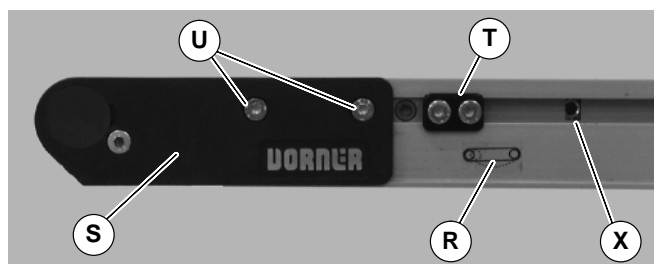
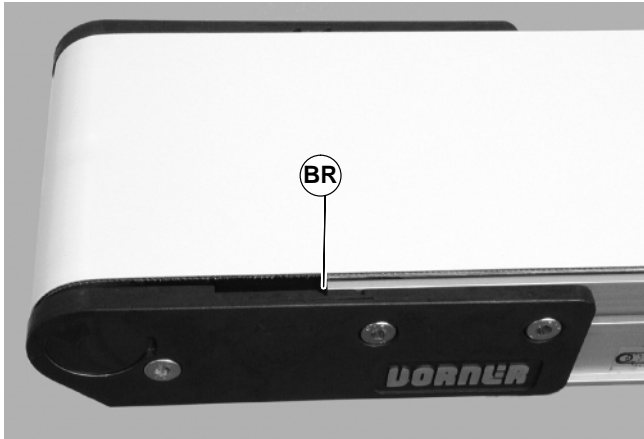

Abbildung 37
Abbildung 38
1. Am Spannende des Förderbandes, das mit einem  Etikett gekennzeichnet ist (R siehe Abbildung 37), vordere Deckplattengruppe anpassen (S): Zu beiden Seiten des Förderbandes die Befestigungsschrauben lösen (U) und das Ritzel drehen (X), um die vordere Deckplattengruppe anzupassen.
- Die vordere Deckplattengruppe so anpassen, dass das Ende des Förderbandrahmens mit der ersten Spannmarkierung ausgerichtet ist (BR siehe Abbildung 38). Die Befestigungsschrauben (U siehe Abbildung 37) zu beiden Seiten des Förderbandes mit 7 Nm festziehen.
- Falls mit Spurführungsnocken ausgestattet (T siehe Abbildung 37), gegen die vorderen Deckplatten neu positionieren und Spurführung anpassen. Siehe „Spannen des Gurtes“ auf Seite 16.